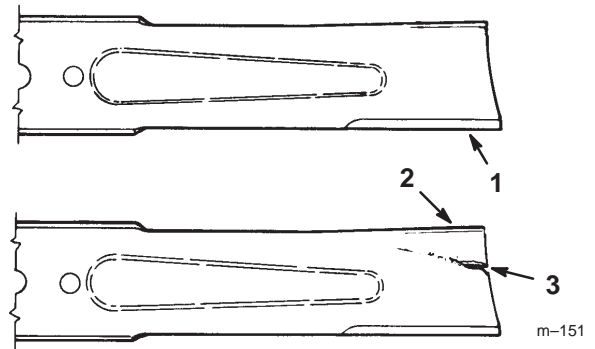

Figure 29
1. Inspectez les tranchants des lames (Fig. 29). Si les lames ne sont pas tranchantes ou si elles présentent des indentations, déposez-les et aiguiser-les (voir Aiguisage des lames, page 30).
2. Inspectez les lames, surtout la partie incurvée (Fig. 29). Remplacez immédiatement toute lame endommagée, usée ou qui présente une entaille (repère 3 de la Fig. 29).